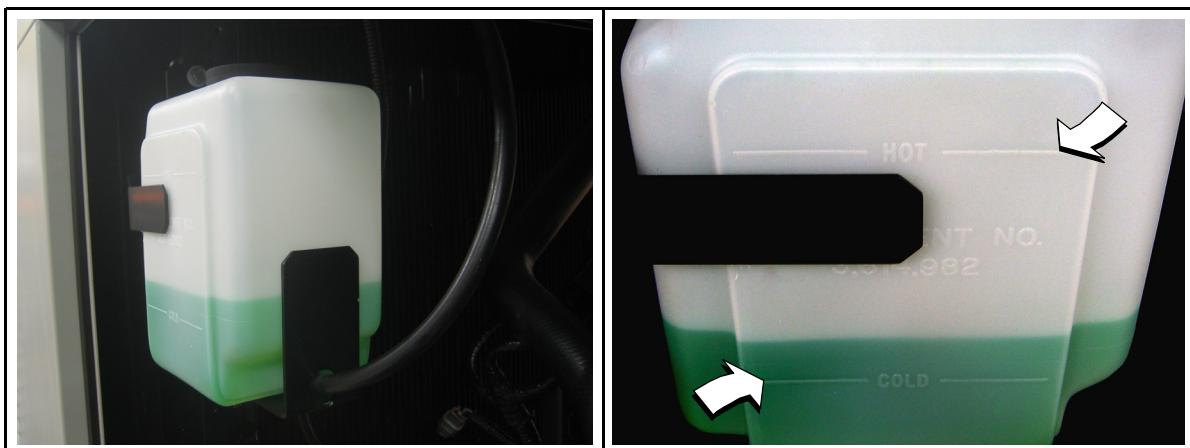

Figure 5-6. Réservoir de trop-plein du liquide de refroidissement
- Vérifiez si le niveau du liquide de refroidissement se trouve entre les marques HOT (chaud) et COLD (froid) sur le réservoir de trop-plein. Voir la Figure 5-6.